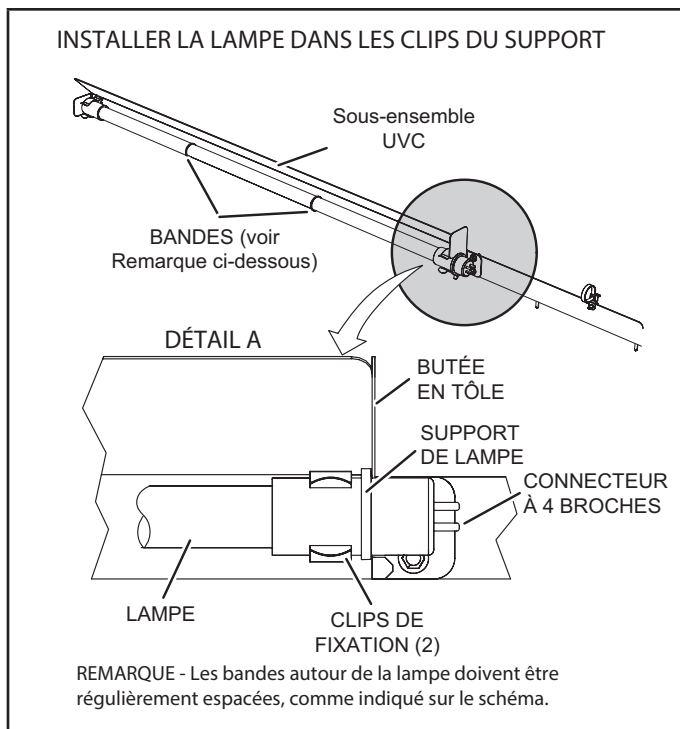

FIGURE 42
- 6 - Porter des gants en coton ou utiliser un chiffon en coton pour manipuler la nouvelle lampe. Placer la nouvelle lampe dans les clips de fixation de l'ensemble UVC. Vérifier que la bride de la lampe située à l'extrémité du connecteur est bien insérée entre le clip de fixation de la lampe et la butée métallique (voir FIGURE 42).